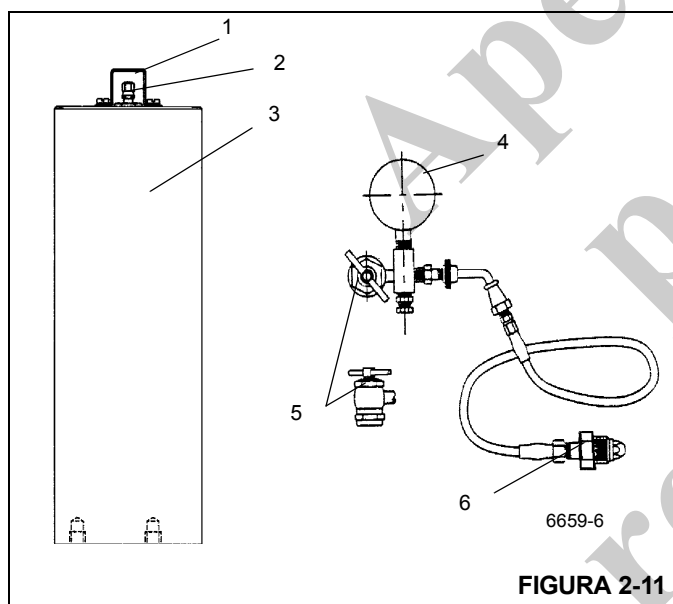

FIGURA 2-11
1. Com o motor desligado, descarte todo o óleo pressurizado armazenado nos acumuladores pressionando o pedal do freio de serviço no piso da cabine diversas vezes. Remova a proteção e a tampa da válvula de gás no acumulador Figura 2-11.
2. Antes de conectar o conjunto de carga de gás Figura 2-11 à válvula de gás do acumulador, recue a
6. Se a pressão for 900 psi +50/-0 (6,2 MPa +0,4/-0), remova o conjunto da válvula de carga girando a alavanca em "T" totalmente para fora no regulador de pressão para gases e abrindo a válvula de sangria Figura 2-11.
3. Antes de conectar o conjunto de carga Figura 2-11 à válvula de gás do acumulador, gire a alavanca em "T" do regulador de pressão para gases totalmente para fora (sentido anti-horário).
7. Se a pré-carga estiver acima de 900 psi +50/-0 (6,2 MPa +0,4/-0), feche a válvula do cilindro de nitrogênio e abra lentamente a válvula de sangria no conjunto de carga Figura 2-11 até que a pressão da pré-carga esteja correta.